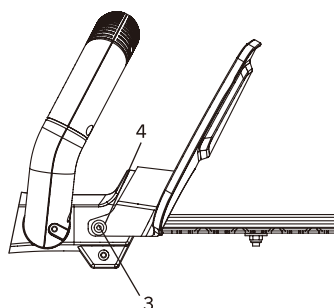

FIG. 7b
2. Faites passer deux vis autotaraudeuses (3) à travers le protège-main et dans les trous correspondants (4) de chaque côté du dispositif de fixation de la lame (fig 7b).